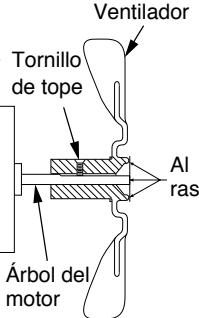

Figura 10 - Vista lateral del ventilador
- Vuelva a colocar el ventilador en el árbol del motor. Coloque el buje del ventilador al ras con el extremo del árbol del motor (consulte la figura 10).